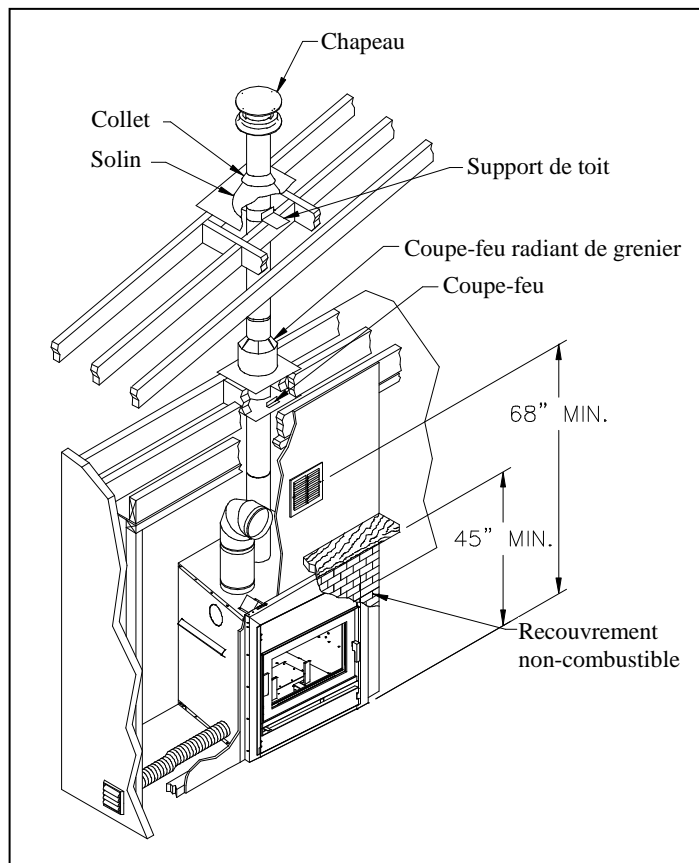

Figure 18
- La façade peut être recouverte d'un matériau non-combustible (fig. 18).